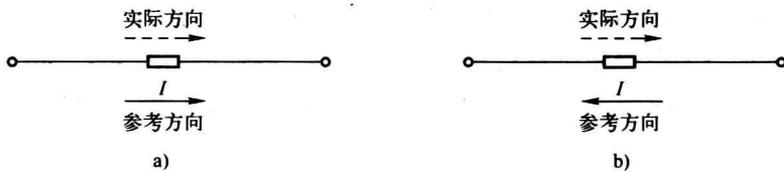

图 1-7 电流的参考方向与实际方向
(3) 实际方向 正电荷定向移动的方向规定为电流实际方向。
(4) 参考方向 电流的方向是客观存在的, 但在电路分析中, 一些较为复杂的电路, 有时某段电流的实际方向难以判断, 甚至有时电流的实际方向还在随时间不断改变, 于是在电路中标出电流的实际方向较为困难。为了解决这一问题, 在电路分析时, 常采用电流的“参考方向”这一概念。任意选定某一方向作为电流的正方向, 也称为参考方向。
(5) 电流参考方向的表示方法 如图 1-7 所示, 电流的参考方向可以任意选定, 在电路图中用箭头表示。当然, 所选的参考方向不一定就是电流的实际方向。当参考方向与电流的实际方向一致时, 电流为正值 ( $I > 0$ ); 当参考方向与电流的实际方向相反时, 电流为负值 ( $I < 0$ )。这样, 在选定的参考方向下, 根据电流的正负, 就可以确定电流的实际方向。在分析电路时, 先假定电流的参考方向, 并以此去分析计算, 最后用求得答案的正、负值来确定电流的实际方向。